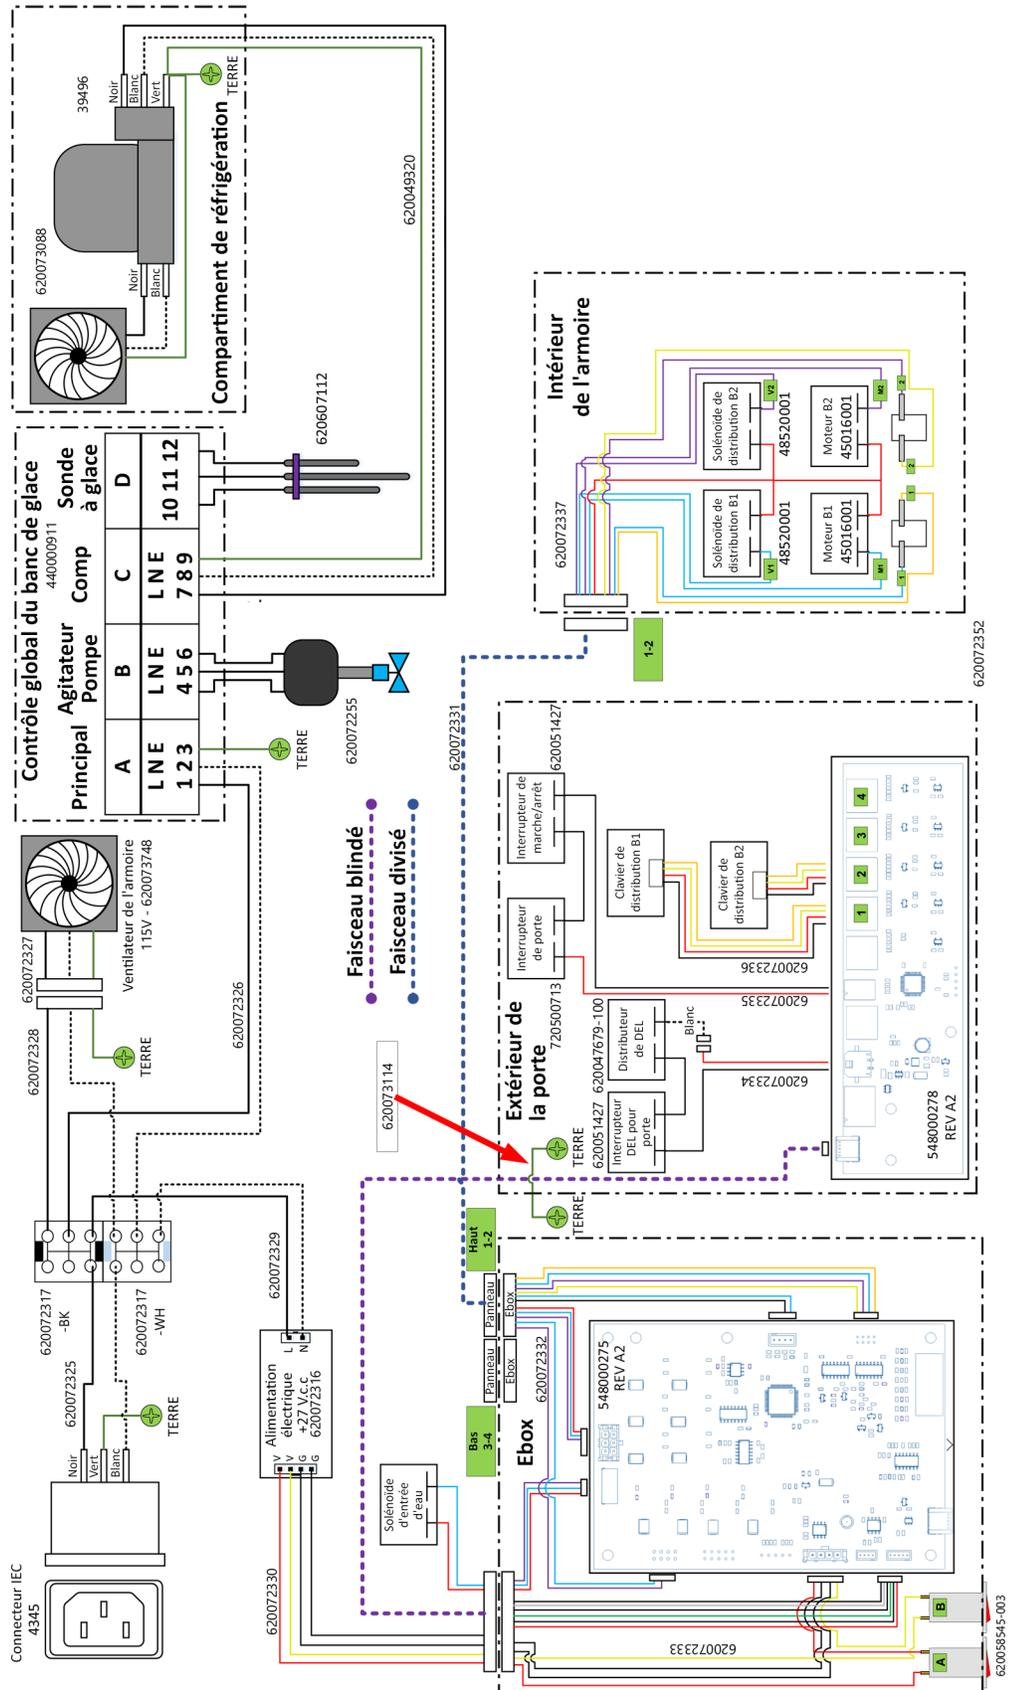

Figure 17. Schéma de câblage du système Quest Elite 2FL - 115V
1. Retirez le joint de la buse en caoutchouc naturel (voir la figure 17) et inspectez-le ainsi que le RTV en silicone. S'il est fissuré, nettoyez le RTV et appliquez-le à nouveau en utilisant le kit N/P 729011013 selon les instructions fournies avec le kit.